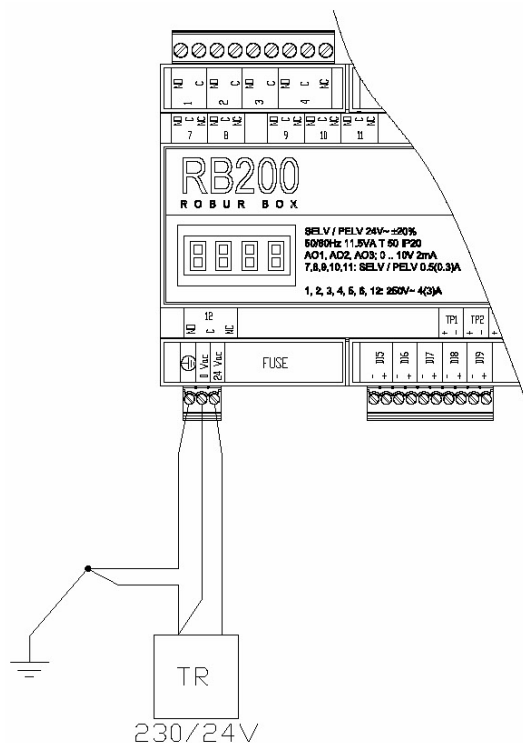

Figure 9 RB200. Exemple de branchement au réseau : alimentation électrique 24 Vca 12VA SELV/PELV
DESCRIPTION DES CONNEXIONS DU RB200 REPRÉSENTÉES EN FIGURE 9 (ci-dessus)
4. Effectuer la connexion du transformateur de sécurité 230 Vca/24 Vca avec un fil d'une section minimale $3 \times 0,75 \text{ mm}^2$, comme indiqué en Figure 9, en respectant la polarité.